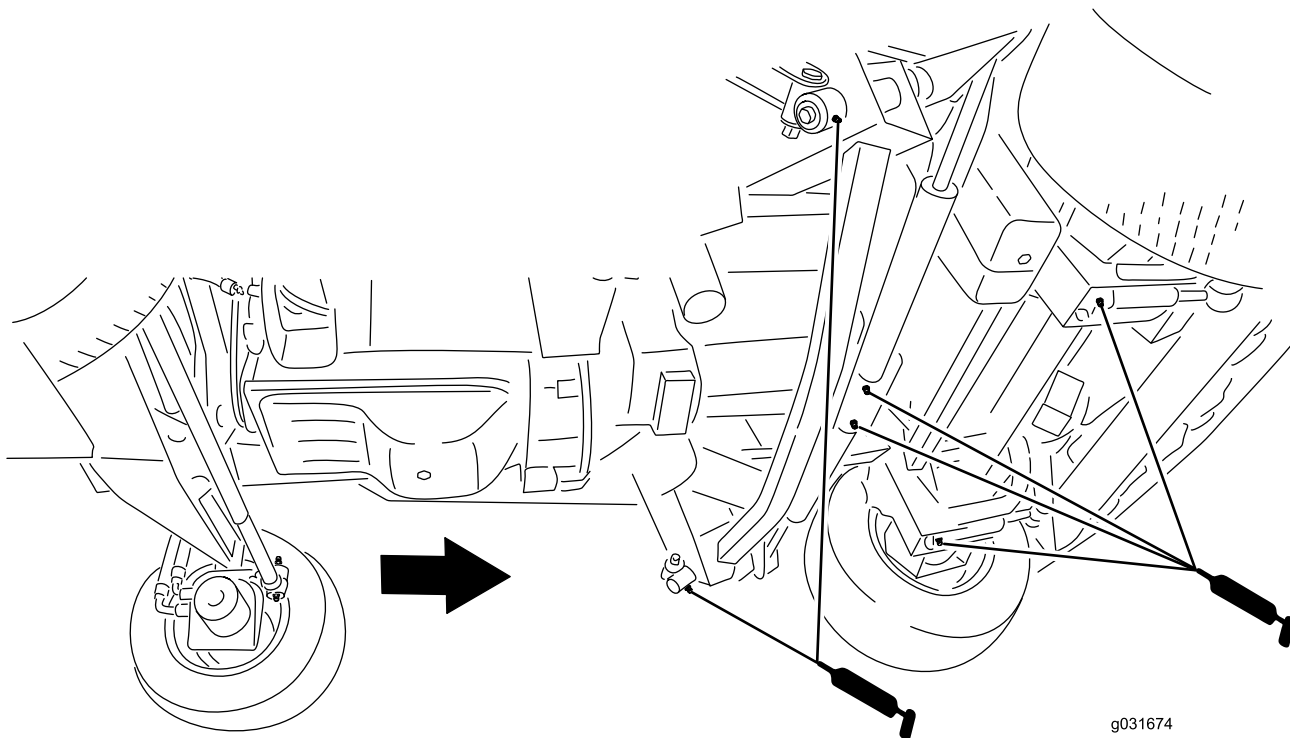

Bild 80
- 2 Stoßarme (Bild 80)
- 2 Frontmähwerk-Hubzylinderdrehzapfen (Bild 80)
- 2 Seitmähwerk-Hubzylinder-Drehzapfen (Bild 80)